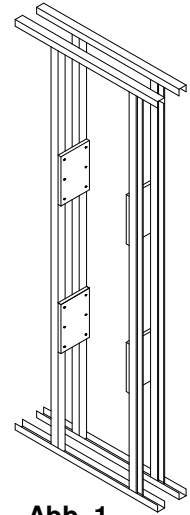

Abb. 1
- Nun die restlichen C-Profile in der benötigten Anzahl in die U-Profile stellen und ausrichten. Die Abstände richten sich nach den Maximalwerten der Ständerwandhersteller. Üblicherweise liegen diese im Trockenbau bei 625 mm. Dies bringt Vorteile beim späteren Einbringen von Mineralwoll-Dämmplatten. Zu berücksichtigen ist auch die Länge der zur Beplankung eingesetzten Bauplatten, um mit möglichst geringem Verschnitt arbeiten zu können. Die Unterkonstruktion der rückwärtigen Wandscheibe wird in der gleichen Weise erstellt. Dabei ist darauf zu achten, dass deren C-Profile parallel zu den Profilen der vorderen Wand stehen (Abb. 1).